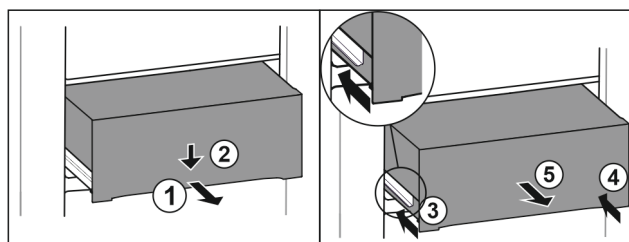

Fig. 133
- Tërhiqni jashtë sirtarin deri në gjysmë. Fig. 133 (1)
- Shtypni për poshtë sirtarin në pjesën përpara. Fig. 133 (2)
- Shtyni brenda shinën e majtë rreth 2 cm. Fig. 133 (3)
- Shtyni brenda shinën e djathtë rreth 2 cm. Fig. 133 (4)
- Hiqeni sirtarin nga përpara. Fig. 133 (5)